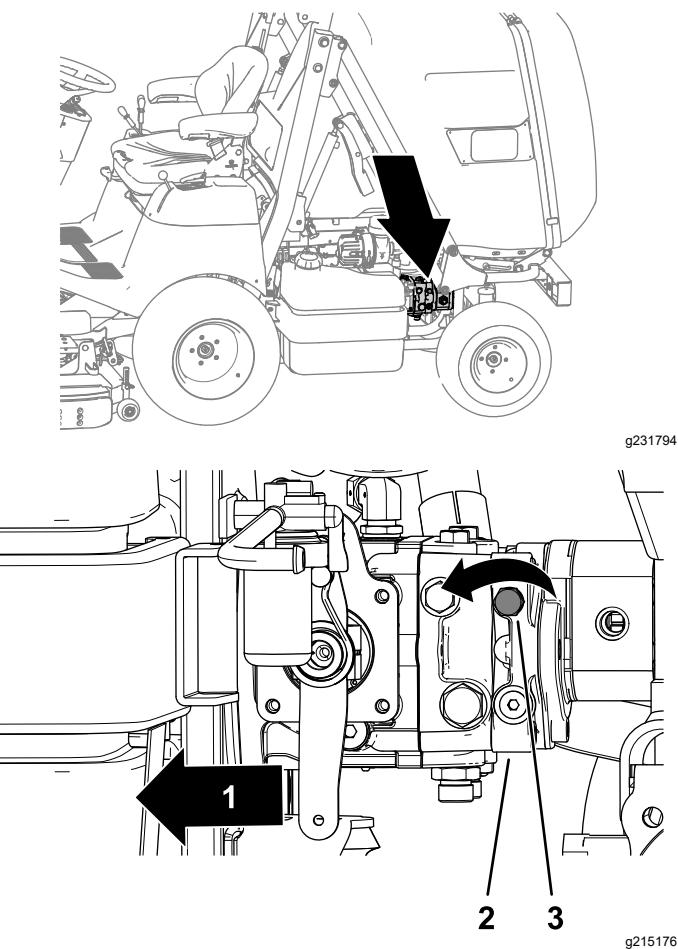

Figura 33
1. Localize o manípulo de controlo para a válvula de derivação no lado esquerdo da bomba hidráulica (Figura 33).
2. Utilizando uma chave de caixa com um bocal de 17 mm, rode o botão 3 voltas no sentido contrário aos dos ponteiros do relógio (Figura 33).
2. Utilizando uma chave de caixa com um bocal de 17 mm, rode o manípulo de controlo (Figura 33) no sentido dos ponteiros do relógio até que sinta uma resistência (a válvula de derivação está fechada).